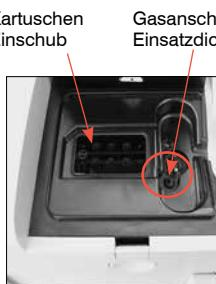

Figura 3: Interno della camera di misurazione del campione
- Aprire la camera di misurazione del campione (Sample Measurement Chamber-SMC). Rimuovere la guarnizione nera della porta E/U del gas (Figura 3) afferrandola con delle pinzette o una pinza emostatica e tirandola verso l'alto. Una volta rimossa, gettare la guarnizione usata.